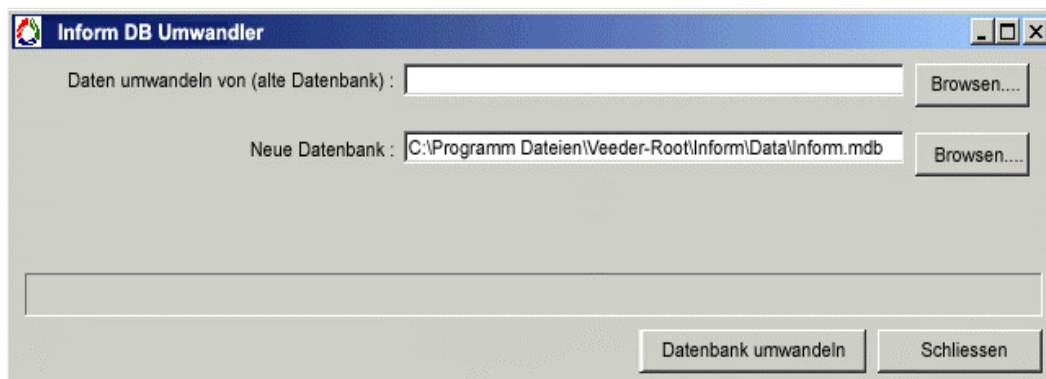

Bild 2. Dialogfeld InformDB Umwandler
2. Das Dialogfeld Inform Datenbankumwandler erscheint (siehe Bild 2).